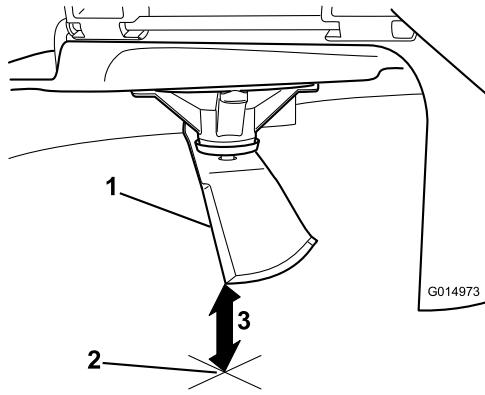

Figura 60
3. Misurate dalla punta della lama alla superficie piana (Figura 60).